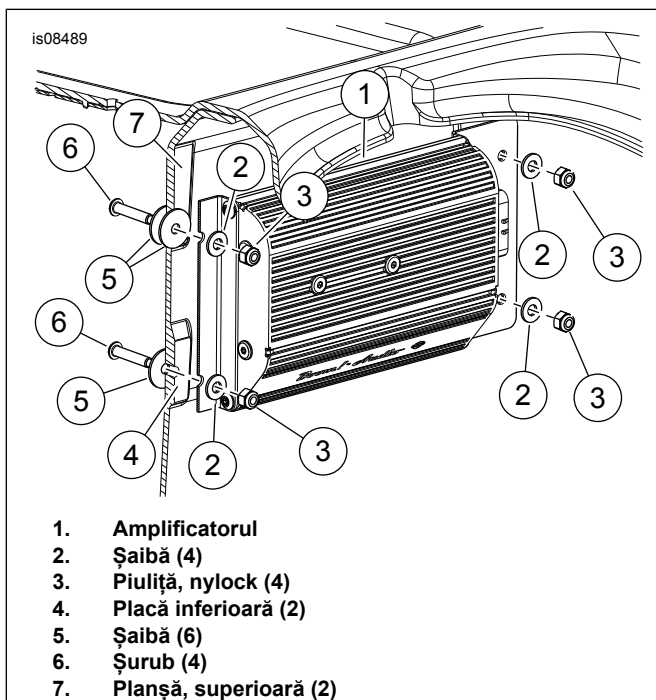

Figura 2. Instalare amplificator
6. Consultați Figura 2 . Poziționați amplificatorul și consolele (1) peste cele patru știfturi (4 și 7). Poziționați conectorul spre partea stângă a vehiculului așa cum se arată. Centrați orificiile inferioare deasupra plăcuțelor inferioare (4).
11. Consultați Figura 2 . Așezați o șaibă (5) pe șuruburi (6). Montați prin orificiile din interiorul portbagajului. Din partea exterioară a portbagajului, așezați o șaibă suplimentară (5) peste șuruburile superioare numai pentru a acționa ca un distanțier. Poziționați amplificatorul și consolele (1) peste cele patru știfturi (4 și 7). Poziționați conectorul spre partea stângă a vehiculului. Montați șaibele (2) peste console și șuruburi. Fixați cu piulița (3). Strângeți.